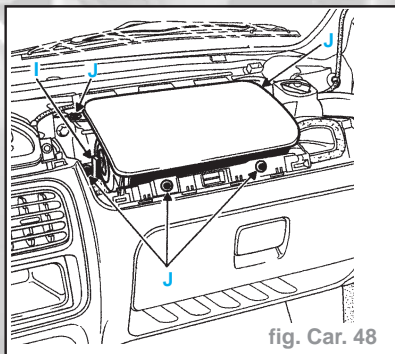

fig. Car. 48
- Débrancher le connecteur (I) et déposer les vis de fixation (J) du coussin (fig. Car. 48).